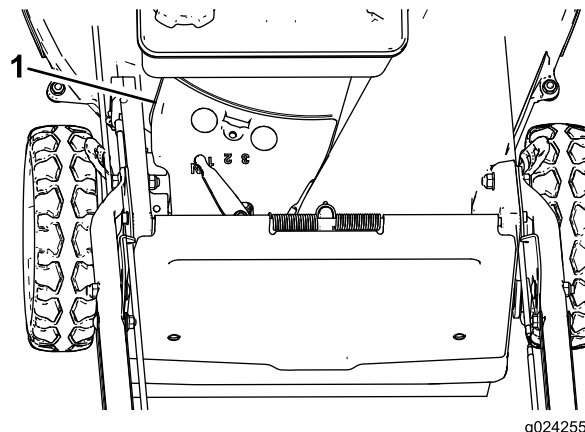

Figura 34
3. Staccate il copricinghia (Figura 34) dalla scocca del tosaerba.